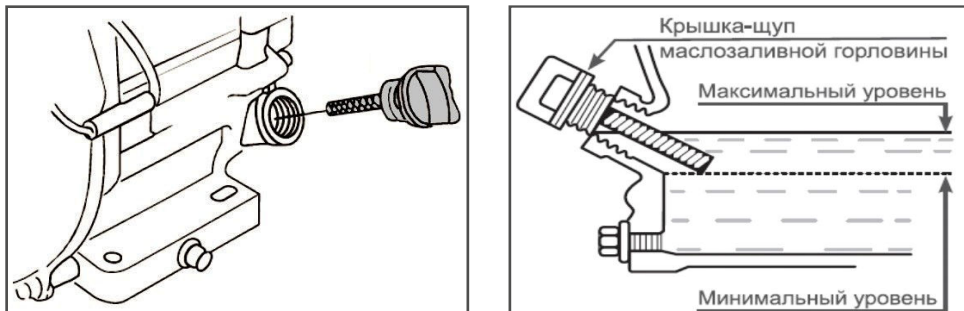

Рис. 11
- Отверните крышку маслоналивной горловины (Рис. 11) из картера двигателя, достаньте щуп.
**ВНИМАНИЕ!** Максимальный уровень масла в картере соответствует нижней кромке заливного отверстия (Рис. 11)
3. Залейте бензин в топливный бак при помощи специальной емкости или воронки до уровня, показанного на Рис. 11